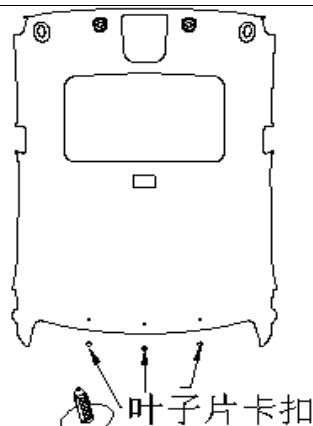

图 1.12.1 顶棚拆卸示意图
①、所有拆装必须十分清楚产品结构,避免在拆卸中出现意外情况;
②、所有用一字螺丝刀撬开的操作必须在螺丝刀头缠柔性胶带以避免损伤产品表面。
③、顶棚的拆卸和安装按步骤(1)、(2)进行;
(2)、找到顶棚后部的3个安装卡扣的位置(见上图 1.12.1),用一字螺丝刀将其从顶盖上撬脱,即可卸下顶棚。